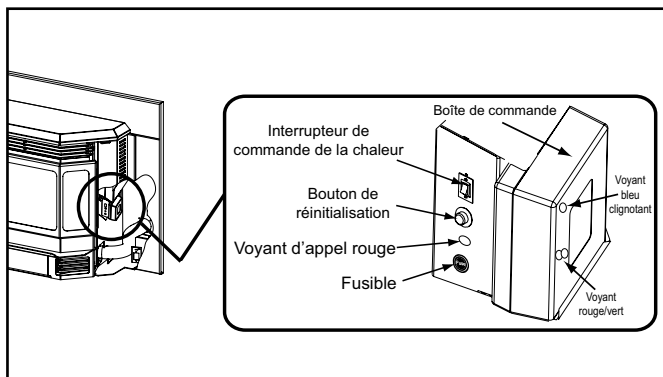

Figure 28.1
Le foyer fonctionne comme la plupart des chauffages modernes : dès que le thermostat le lui commande, il se met en marche et diffuse de la chaleur automatiquement. Quand la pièce atteint la température réglée sur le thermostat mural, le voyant d'appel rouge s'éteint et le foyer s'arrête. **Figure 28.1.**
3. Localisez l'interrupteur d'intensité de chauffage sur le côté droit de l'appareil à l'arrière du panneau droit. Réglez-le sur HAUT, puis réglez le thermostat sur la température maximum. Le voyant rouge sur le côté droit de l'appareil à l'arrière du panneau droit s'allume. Cela indique que le thermostat demande de la chaleur. **Figure 28.1.**